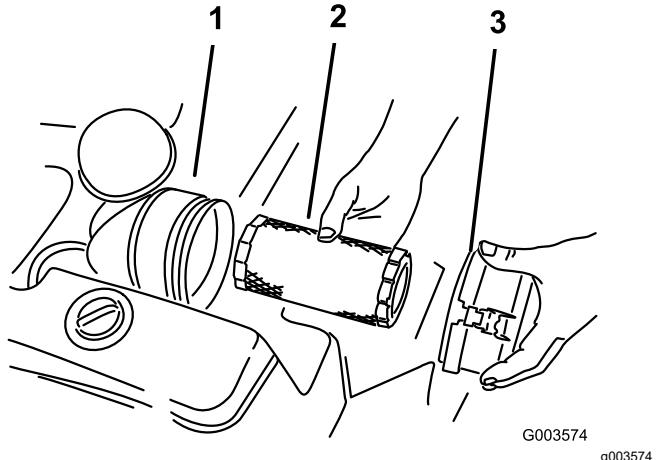

Figure 2
4. Déposez le couvercle du filtre à air et le filtre (Figure 2).